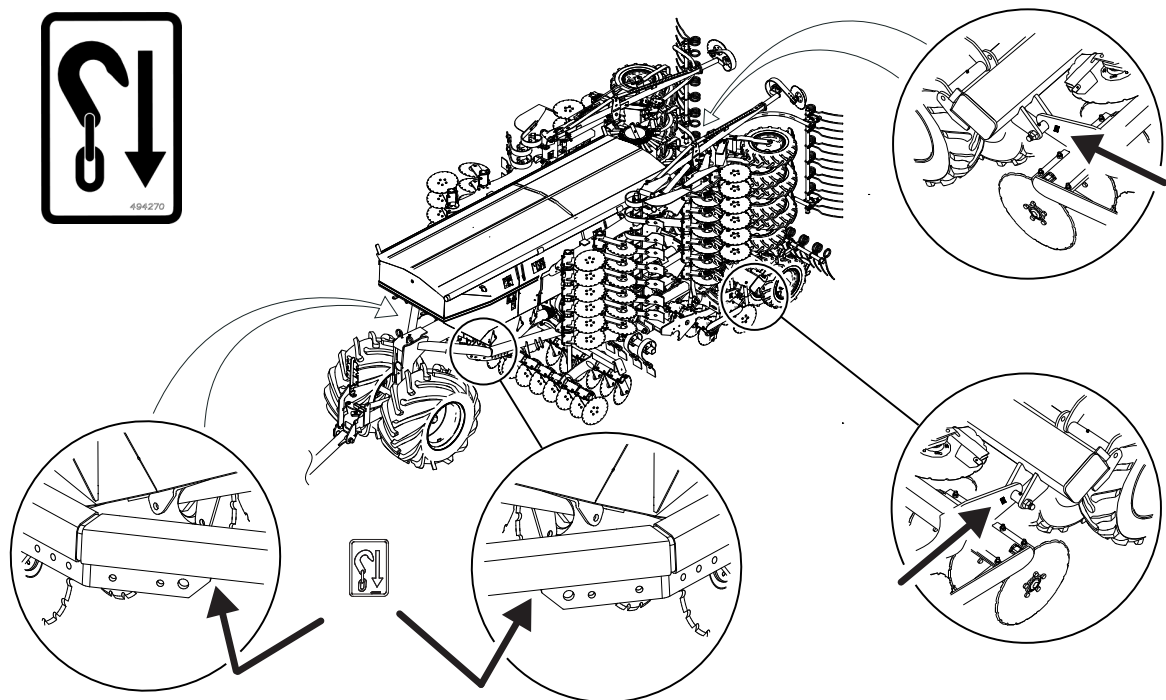

Figure 2.5
- 10 Zajistěte stroj s pomocí vhodných vázacích prostředků v souladu s příslušnými předpisy. Vyzavovací zařízení musí být připojeno ke stroji v místech označených na krytech; viz "Figure 2.5".